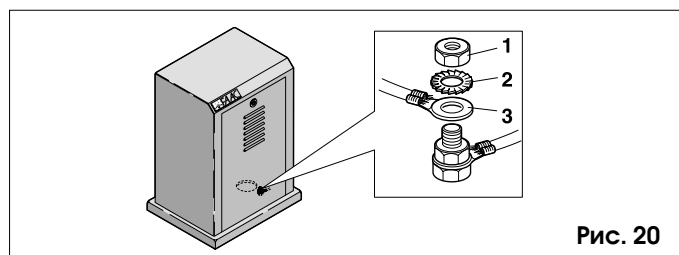

Рис. 20
Подключите кабель заземления к соответствующей клемме на основании электропривода (см. рис. 20).
**ВНИМАНИЕ! Подключайте защитное заземление согласно рис. 20. Эксплуатация автоматической системы без подключения к контуру защитного заземления не допускается!**